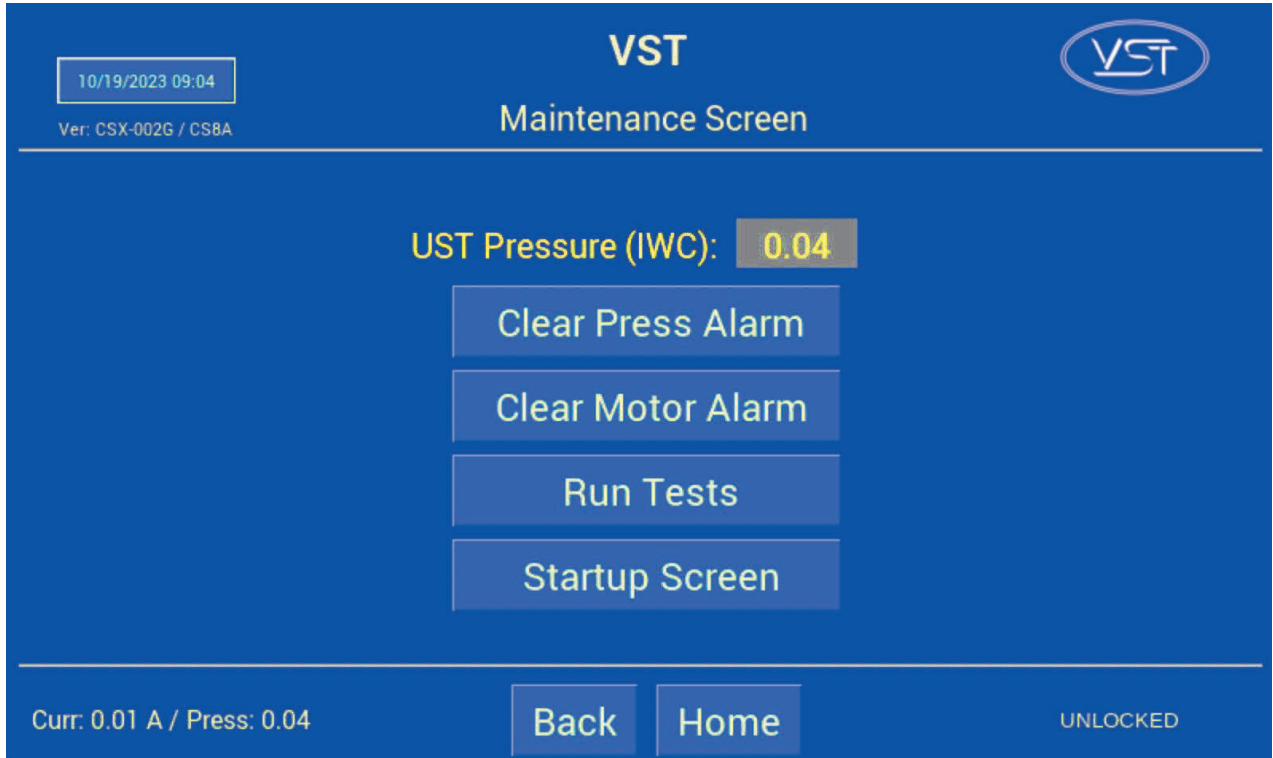
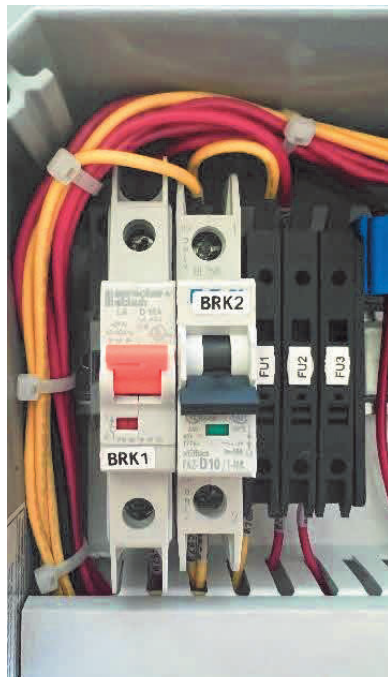

Figura 8-17: Pantalla de mantenimiento
Figura 8-21: El disyuntor de apagado de derivación del dispensador (BRK2) está ABAJO (ABIERTO)
1.	<p>Compruebe si se ha desconectado el disyuntor de la bomba de vacío (BKR1) en el panel de control. Vea la Figura 8-21.</p> <ol style="list-style-type: none"> a) Ingrese a la pantalla de Mantenimiento usando el código 878 para deshabilitar el GREEN MACHINE. b) Abra la puerta delantera del panel de control. c) Compruebe el disyuntor BRK1 para ver si se desconectó: <ul style="list-style-type: none"> ● Si la palanca del disyuntor está hacia arriba y la ventana está en ROJO, el disyuntor no se ha desconectado. ● Si la palanca del disyuntor está hacia abajo y la ventana está en VERDE, el disyuntor se ha desconectado. d) Si el disyuntor no se ha desconectado, vaya al Paso 2. e) Si el disyuntor de la bomba de vacío se ha desconectado, mueva la palanca hacia arriba para reiniciar el disyuntor. f) Presione el botón Clear Motor Alarm para que la alarma se reinicie. Vea la Figura 8-17. g) Presione HOME en el PLC para regresar a la pantalla principal y se borrará la alarma. h) La GREEN MACHINE ahora se encuentra en modo de operación normal y funcionará si la presión del UST es superior a 0.2IWC. i) NOTA: SI EL DISYUNTOR DE LA BOMBA DE VACÍO SE SIGUE DESCONECTANDO, AVANCE AL PASO 2.
Vea la Figura 8-17.
<p>5. Compruebe las válvulas de control</p>	<ul style="list-style-type: none"> ● Comprobación de funcionamiento de las válvulas de control – Vea las Figuras 8-20. ● Compruebe el funcionamiento de las válvulas de control (A hasta E) para verificar si las válvulas de control han fallado. Una válvula de control deficiente puede ocasionar la desconexión del motor de la bomba de vacío en caso de sobrecarga térmica. ● Propósito de la prueba <ul style="list-style-type: none"> ● El propósito de esta prueba es comprobar si hay corriente en las válvulas de control y si las válvulas de control funcionan correctamente. ● Esta prueba también se utiliza para la Comprobación de fugas. ● Preparación <ul style="list-style-type: none"> ● Asegúrese de que el panel de control de VST esté encendido. ● Después de aplicar energía al panel de control VST, coloque el bypass del dispensador. Apague el disyuntor (BRK2) en la posición Abajo (ABIERTO) para que la estación continuará operando normalmente y cumpliendo con las regulaciones IMP. <p>Consulte la Figura 8-21 para obtener detalles adicionales, consulte el Capítulo 6.</p> <ul style="list-style-type: none"> ● En la pantalla principal, presione el botón de la pantalla de mantenimiento para acceder a la pantalla de contraseña. ● Ingrese la contraseña 878 para acceder a la pantalla de mantenimiento. ● La GREEN MACHINE ahora está en el modo OFF (apagado) y no funcionará. ● Presione el botón Reiniciar alarma del motor para restaurar la alarma del motor. Sin reiniciar la alarma, no podrá avanzar al paso siguiente.